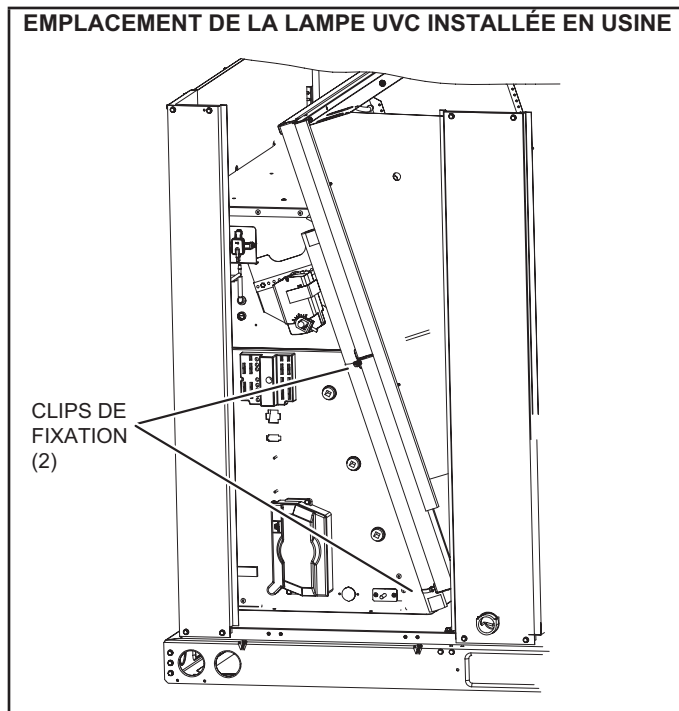

FIGURE 38
- 1 - Couper les serre-fils et retirer la lampe UVC attachée au porte-filtre. Voir FIGURE 38.